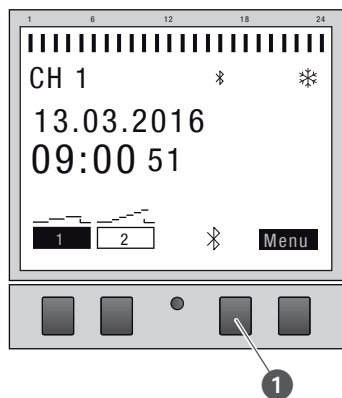

Bild 20: Starta Bluetooth-anslutning på kopplingsuret
1. Tryck på Bluetooth-knappen (Bild 20/①) på kopplingsuret.